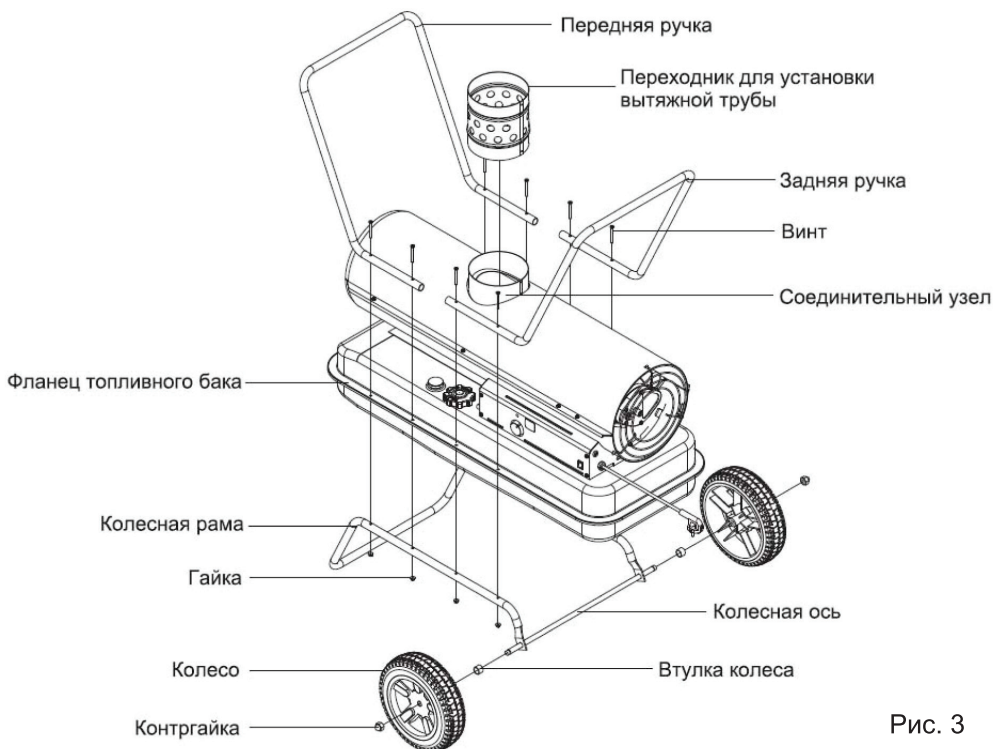

Рис. 3
1. Вставить колесную ось в отверстия задней части колесной рамы (Рис. 3)